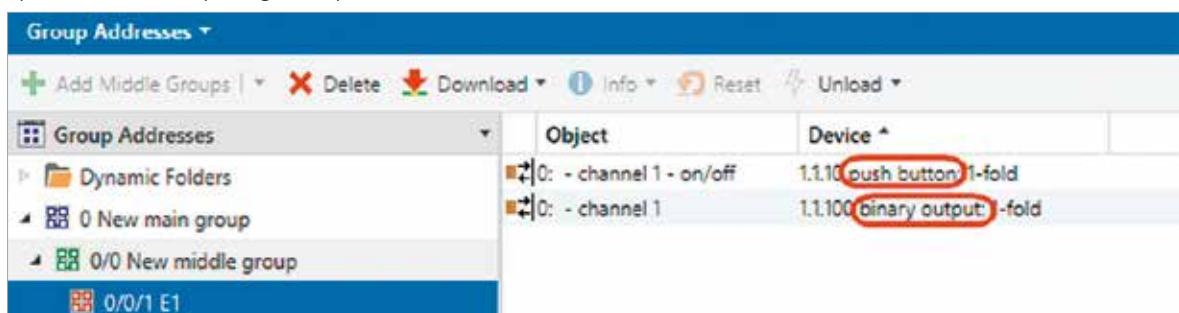

Figura 12. La situación inicial contempla un sensor y un actuador en E1
1) Situación inicial (ver figura 12)